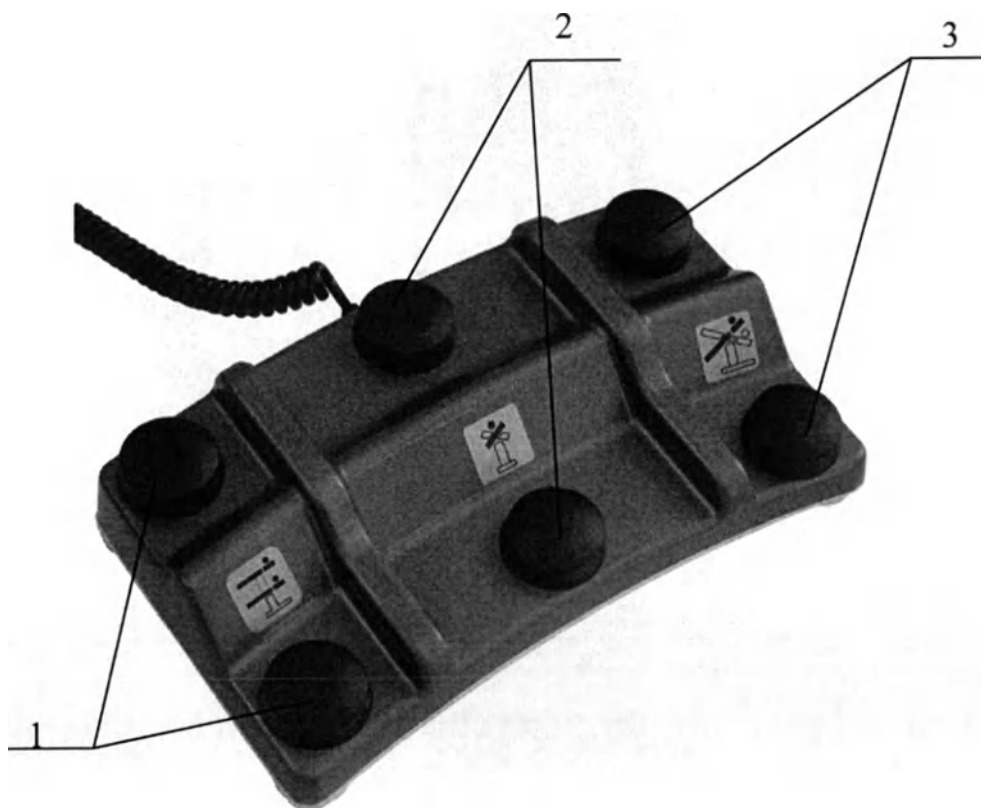

Рисунок 10. Блок управления педальный.
2. Блок управления педальный (Рисунок 10). Подъем-опускание панели, продольный и боковой наклон панели осуществляются путем нажатия педалей на блоке управления педальном. Следите за тем, чтобы кабели подачи напряжения и блока управления педального не находились под опорами и колесами стола.